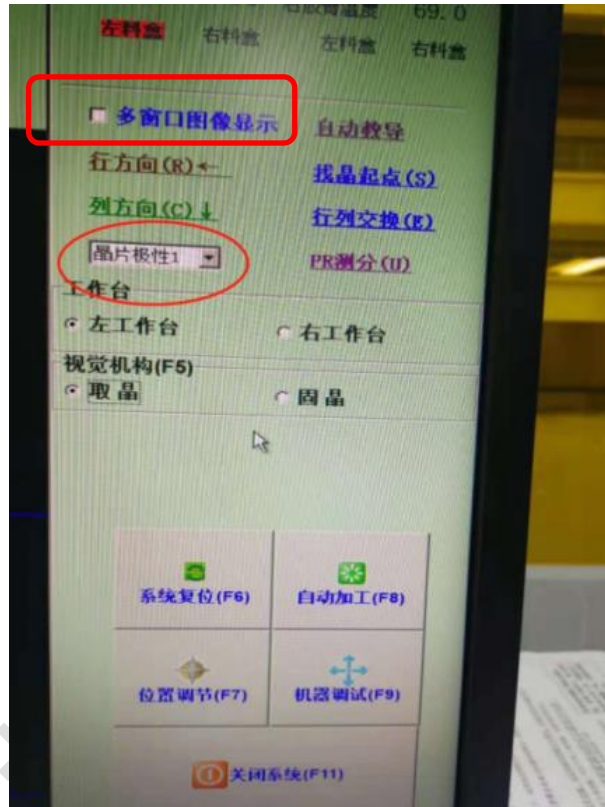

图 5-6 主页面
1) 在取晶模式（主页面-视觉机构-取晶）下（注：不勾选多窗口图像显示），选择如下图 5-6 所示两项参数：晶片定位和晶片极性。